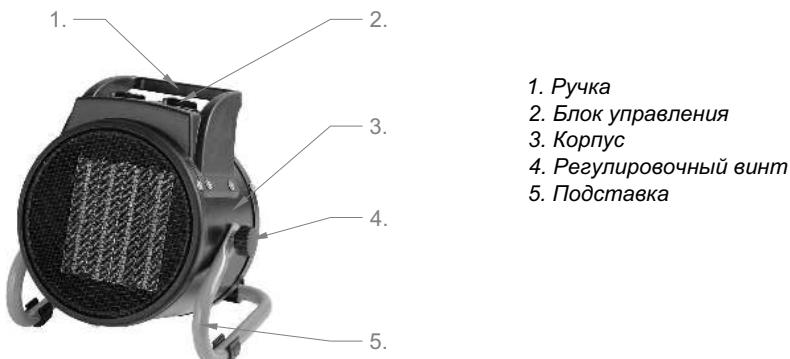
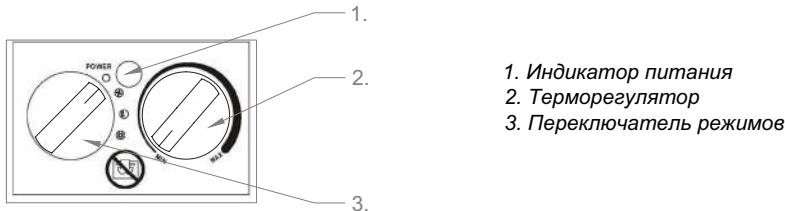

Рис.1. Тепловая пушка
Рис.2. Блок управления
5.1 Корпус (3) тепловой пушки (см. рис. 1) изготовлен из листовой стали, покрытой высококачественным полимерным покрытием. Корпус установлен на подставке (5). Внутри корпуса расположены осевой вентилятор и высокоэффективный металлокерамический электронагреватель.
Вентилятор втягивает воздух через отверстия в задней стенке корпуса, воздушный поток, проходя через электронагреватель, нагревается и подается в помещение через отверстия в передней стенке корпуса. Органы управления (рис. 2) - переключатель режимов (3) и терморегулятор (2) - расположены в верхней части корпуса. Пластмассовая ручка (1) (рис. 1) служит для переноски тепловой пушки. Подключение к электросети осуществляется с помощью шнура питания с сетевой вилкой.
6.1 Установить переключатель режимов (поз.3, рис.2) в положение выключено «0». Ручку терморегулятора (поз.2) повернуть в крайнее против часовой стрелки положение. Подключение тепловой пушки к электросети осуществляется путем включения вилки шнура питания тепловой пушки в розетку.